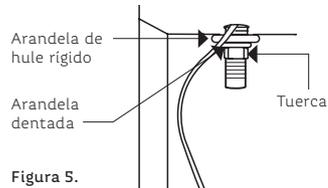

Figura 5.
6. Coloca las piezas que van por debajo de la tarja de tu cocina. Asegúrate de apretar firmemente la tuerca (ver Figura 5).